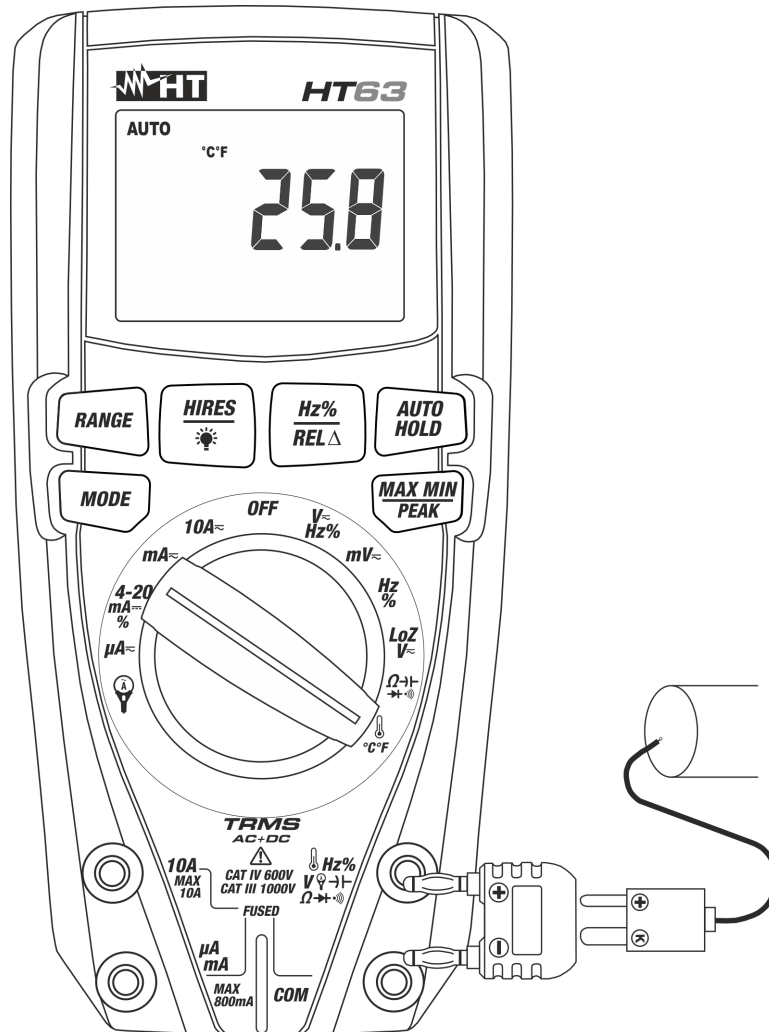

Abb. 9: Verwendung des Gerätes für Temperaturmessung
3. Verbinden Sie den mitgelieferten Adapter in die Eingangsbuchsen Hz% V Hz Ω (Polarität +) und **COM** (Polarität -) (siehe Abb. 9).